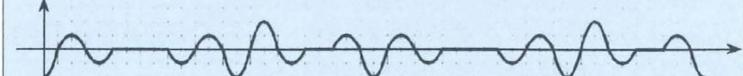

Figure 9: Signal CH
4. Le signal CHR final (figure 9) correspond au mélange des deux composantes (R - Y) et (B - Y) modulées sans porteuse.